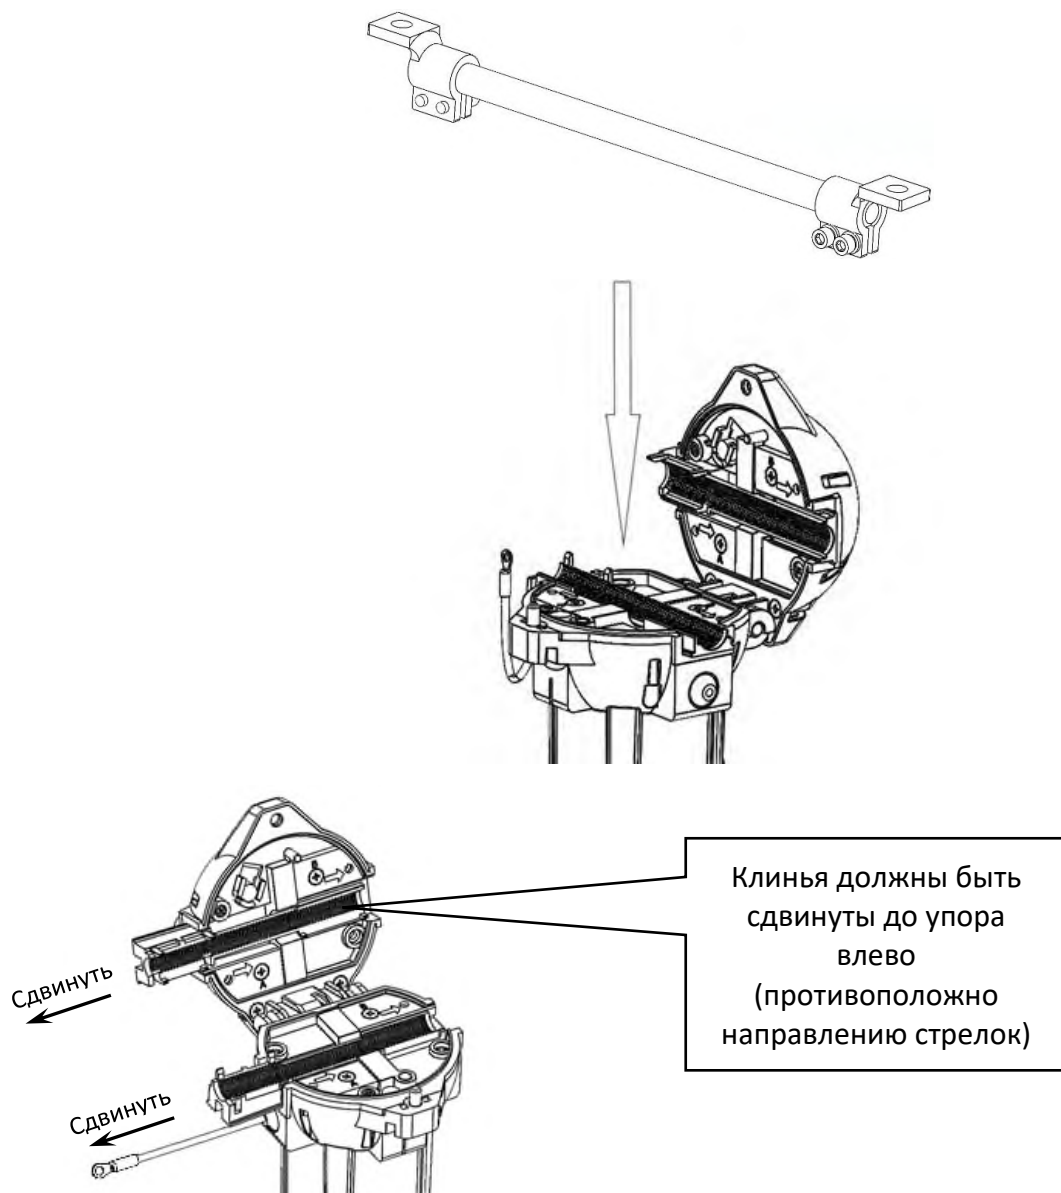

Рис. 4 – Подготовка блоков перед монтажом шин.
3.2 Установить собранные шины в блок соединительный, БИ1 и БИ2. При установке собранных шин в блоки прибора, расположить их (шины) так, чтобы их резьбовые отверстия М4 были со стороны подключаемых проводов цепей напряжения блока (со стороны генератора) (рис. 4, рис.5).